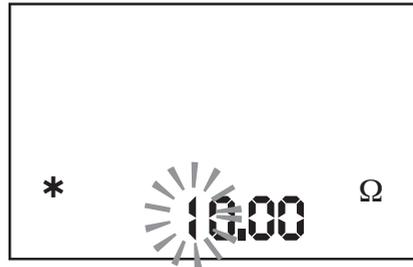

Bild 7.19: Eingabe kundenspezifischer Grenzwerte
- ▶ Zum Einstellen der kundenspezifischen Grenzwerte drücken Sie bei der Grenzwerteinstellung gleichzeitig auf die beiden Pfeiltasten (6 oder 7). Nun erscheint in der LC-Anzeige der zuletzt eingestellte Grenzwert, die erste Ziffer wird blinkend dargestellt, siehe Bild 7.19.